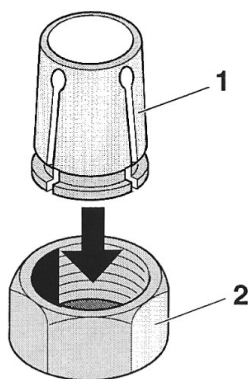

Fig. 6
Spannzange 1 (Fig. 6) nur mit eingerasteter Überwurfmutter (2) in den Aufnahmekonus der Hauptspindel einführen.
1. Spannzange 1 (Fig. 6) zuerst in die Überwurfmutter (2) eindrücken.
The clamping chuck 1 (Fig. 6) must only be inserted into the tapered seat in the main spindle with the spigot nut (2) attached.
1. Press the clamping chuck 1 (Fig. 6) first into the spigot nut (2).
N'introduire la pince 1 (fig. 6) dans le cône de la broche qu'avec l'écrou-raccord (2) enclenché.
1. Introduire tout d'abord la pince 1 (fig. 6) dans l'écrou-raccord (2).
Introdurre la pinza 1 (fig. 6) solo con il dado a risvolto innestato (2) nel cono d'attacco del mandrino.
1. Far prima innestare la pinza 1 (fig. 6) nel dado a risvolto (2).